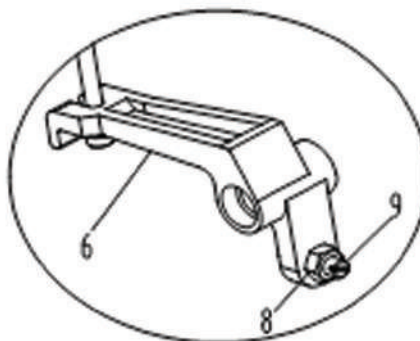

Fig. 4
3.5 Tome la tuerca que está en el extremo de la cadena 4 y engánchela a la ranura del soporte de la palanca 6. Vea las Fig. 2 y Fig. 4.
4.2 El tornillo 9 en el fig. 4 se utiliza para ajustar la situación del rodacarga. Cuando el cuerpo del rodacarga cae inmediatamente después que se levanta, usted debe girar el tornillo 9 un poco contra-reloj. Entonces intente el levante otra vez hasta que el cuerpo del Rodacarga pueda elevarse normalmente. Si el cuerpo del rodacarga no baja después de que se levante, usted debe girar el tornillo 9 un poco a favor del reloj. Y entonces intente operar el rodacarga otra vez hasta que el cuerpo del mismo pueda bajar normalmente. La tuerca hexagonal externa 8 en el tornillo 9 tiene la función de fijación en el rodacarga. Usted debe aflojar la tuerca hexagonal externa 10 antes del ajuste. Y atornillar abajo la tuerca 8 después de que usted termina el ajuste